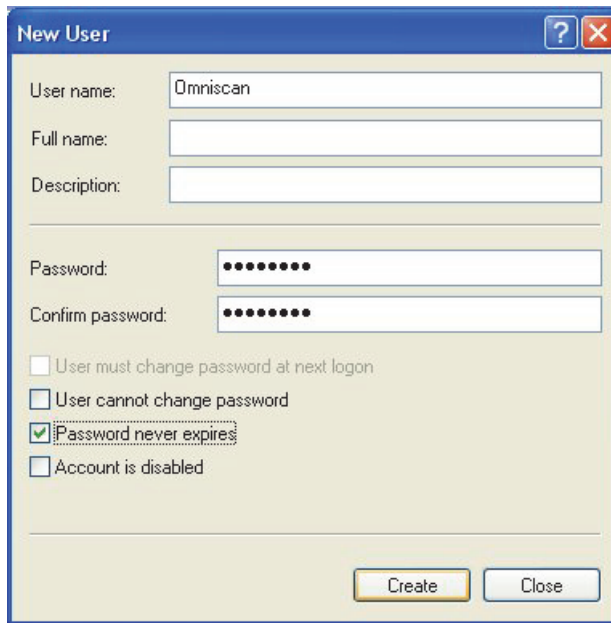

Figura 7-12 La finestra di dialogo Nuovo utente con Windows XP
5. Nella casella di testo **Nome utente** (User name) nella finestra di dialogo **Nuovo utente** (New User), inserire **Omniscan**, con la maiuscola (vedere Figura 7-12 a pagina 228).